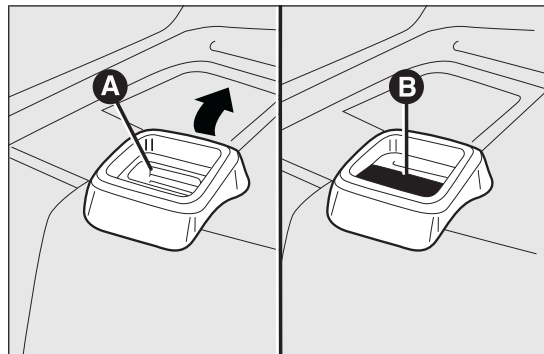

fig. 86
- sollevare la leva A fig. 86 di ritegno schienale e ribaltare quest'ultimo in avanti in modo da ottenere un vano di carico uniforme. Il sollevamento della leva è evidenziato da una "banda rossa" B.